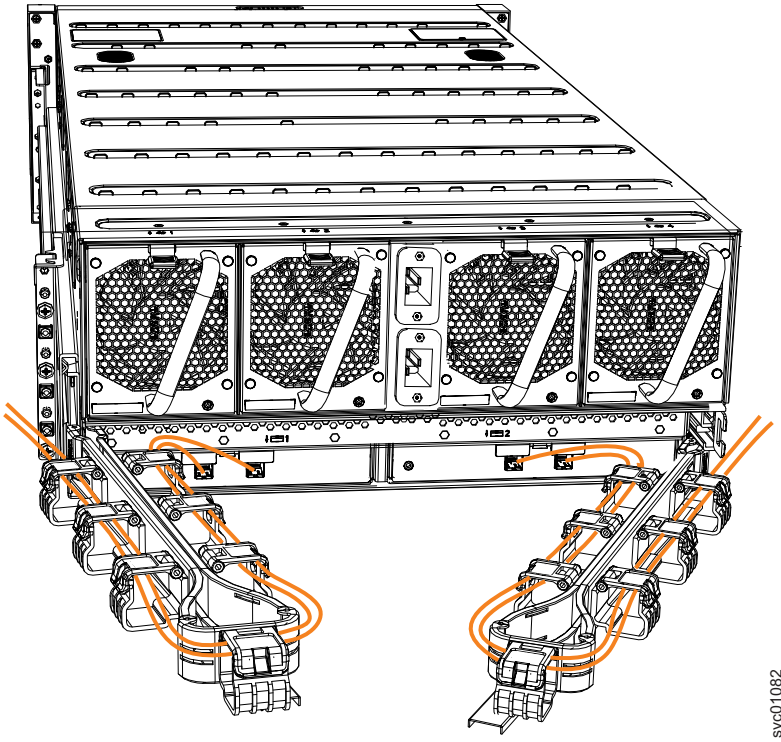

图 77. 通过理线臂布置 SAS 电缆的示例
8. 通过理线臂布置 SAS 电缆，如第 87 页的图 77 中所示。